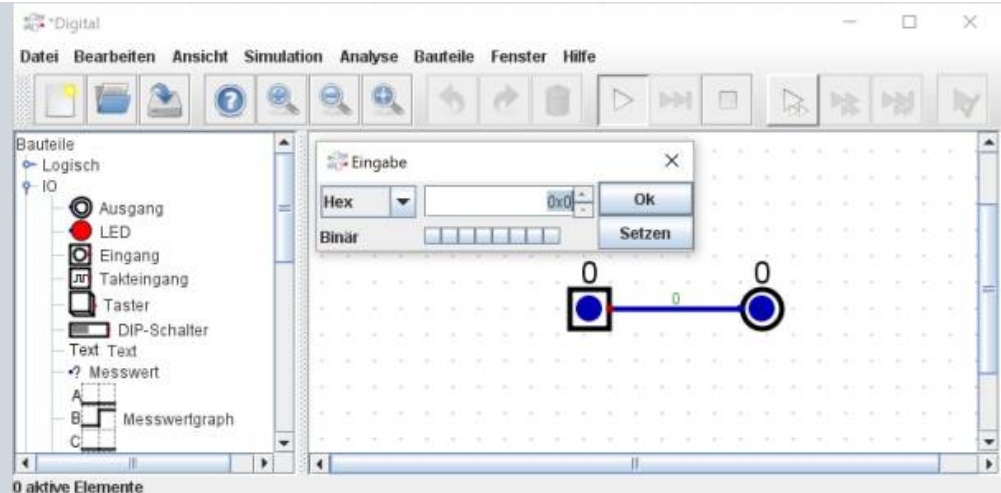

Fig. 3: Schaltung mit 8 Bit Bus
5. Wird nun die Schaltung gestartet, erscheint eine 0 über Eingang, Leitung und Ausgang (siehe figure 3).
6. Ein (Links)Klick auf den Eingang ändert nun nicht mehr direkt den Wert, sondern öffnet ein Eingabefenster. In diesem können Zahlen als Dezimalwert (10), als Binärwert (0b10), als Hexadezimalwert (0x10) oder als Oktalwert (010) eingegeben werden. Mit Druck auf Zeilenumbruch (<↵>) wird der Wert übernommen und das Eingabefenster geschlossen. Mit Klick auf Umschalt + Zeilenumbruch (<⇧><↵>) wird nur der Wert übernommen. Die Cursortasten hoch/herunter ermöglichen ein Hoch-/Herunterzählen des angezeigten Wertes.